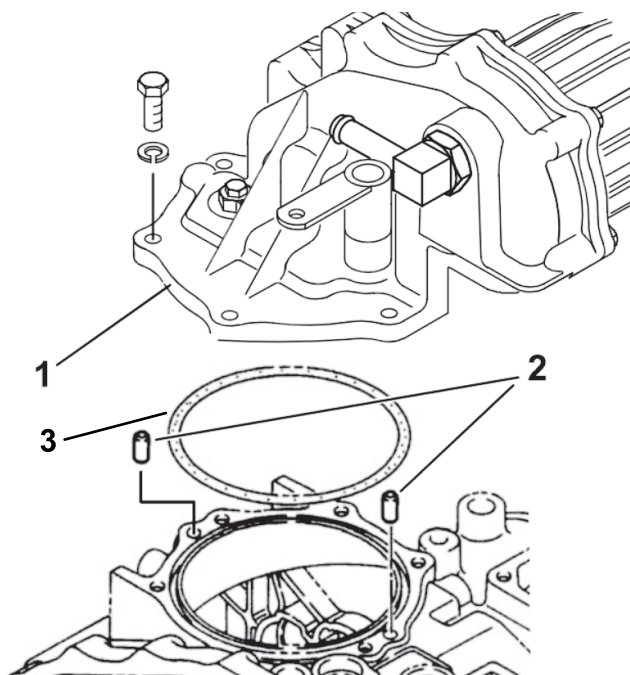

Figura 19
1. Instale los 2 pasadores de alineación en los orificios del transeje, en los lugares indicados en la Figura 19.
2. Utilice la junta tórica grande, los pernos de montaje, las arandelas de freno y la tuerca que retiró de la placa de cubierta del transeje para montar el conjunto de la TDF en el transeje (Figura 19).